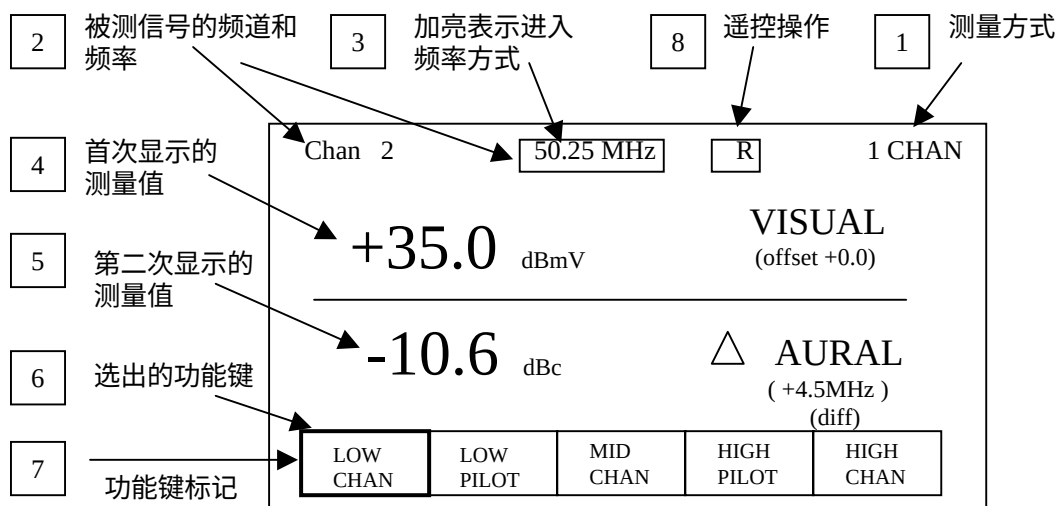

图2-4：常用的读数和标记显示
参考如图2-4的测量屏幕，注意用于显示读数和标记的栏目。
3. 频道数或频率值套以方框表明进入该方式（虚线方框表示园钮和数字键未“联动”）。在图2-4中，频率值套以方框，表明可用数字键或园钮进入频率值，除非按下CHAN以改变进入方式。
6. 屏幕底部一行标记决定了功能键的作用（如果应用某项功能的话）。按下相应的功能键，则其标记功能便可启动，或是进入该标记子菜单。如功能键已制定为预置，如图2-4，那么按下某功能键，仪器就调谐在对应的预置频率上（予置编程的介绍见英文板操作手册P3-18 presets部分）。
8. 当有遥控信号送往RFM151时，则该仪器应置于遥控操作方式，屏幕顶部频率数值的右方会显示遥控标记（“R”外套以方框），见图2-4。只需按下前面板的任一控制器（POWER键除外），就可把仪器转换为本机操作，遥控指示也将随之消失。在此之后，前面板全部控制功能又恢复如常了。